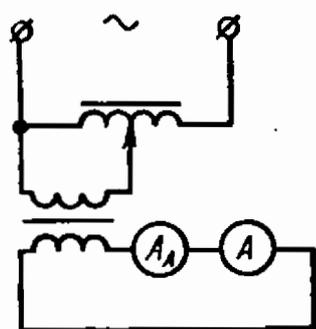

Рис. 12.5
12.5. При проверке амперметра методом сличения (рис. 12.5) поверяемый прибор показал $I_A = 5,00$ А, а образцовый — $I = 5,12$ А.